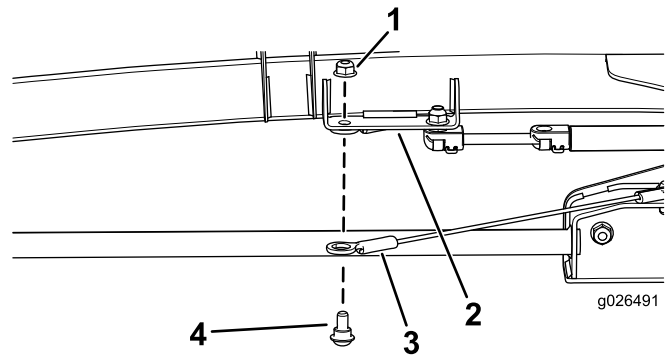

Figura 7
2. Conecte el otro extremo del cordón al taladro del soporte delantero del amortiguador con un perno de cuello largo (5/16 x 1/2 pulgada) y una contratuerca (5/16 pulgada), según se muestra en Figura 7.